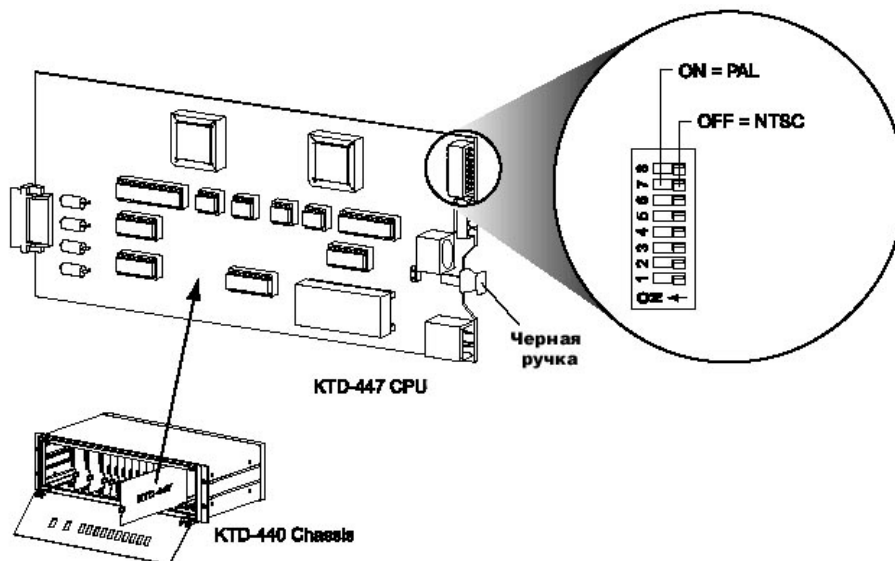

Рис. 8. Расположение и установка микропереключателя формата NTSC/PAL на плате KTD-447.
- а). Пользуясь микропереключателем №7 на плате KTD-447 (Рис. 8),